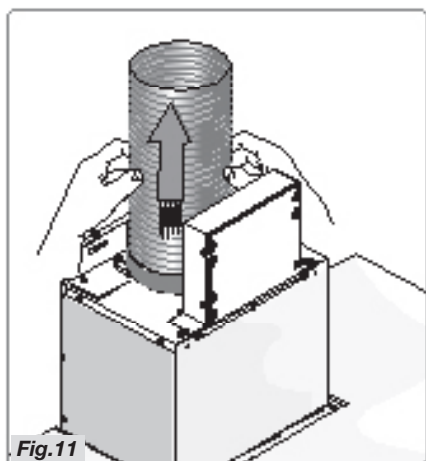

Fig.11
- Connecter la bride au trou d'évacuation à l'aide d'un tuyau (Fig.11).